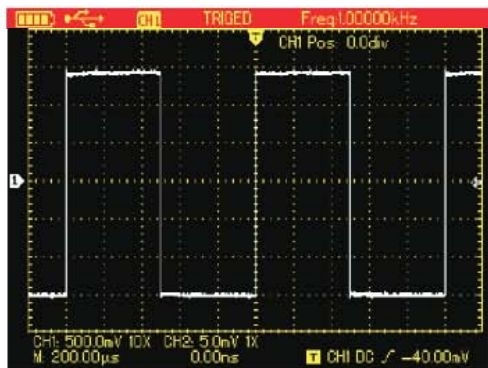

图4-5 本机方波信号
3. 把探头连接到补偿信号发生器出口上，按 **AUTO** 按键，几秒钟内，可见到方波显示(1kHz，约3Vpp，峰峰值)，见图4-5。